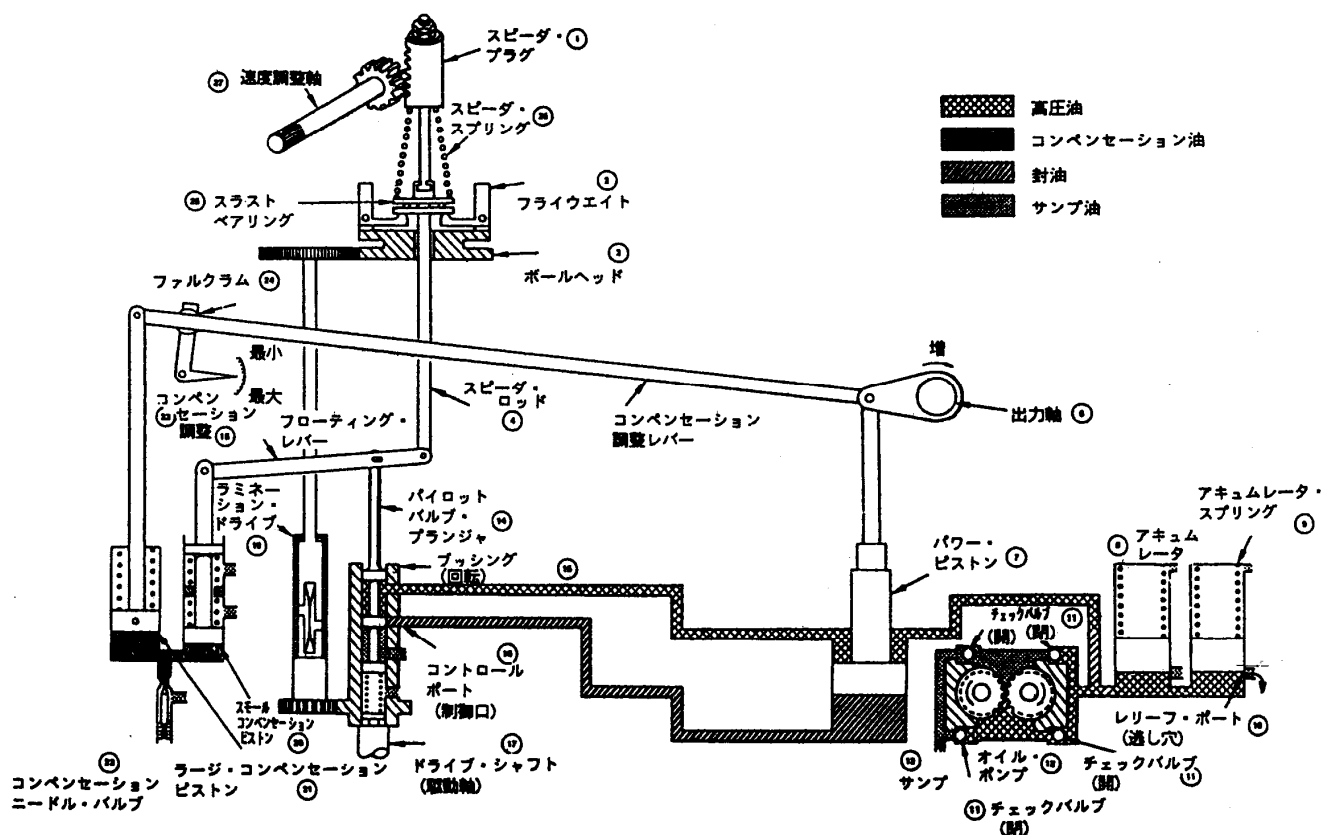

図3-1. UGレバー・ガバナ作動概略図
UGレバー・ガバナの作動を理解するために図3-1. に示す概略図を参照下さい。
パイロットバルブプランジャ (14) が下がると、高圧油はパワー・ピストン (7) 下部に流れ、ピストンを押し上げます。パイロットバルブプランジャが上がるとピストン下部のオイルはサンプへ逃げピストン (7) 上部に作用する圧油はピストンを下げます。パイロットバルブプランジャ (14) がその中心位置にある時は、図3-1. 作動概略図に示す様に制御面は制御口を塞ぎ、パワー・ピストンは静止したままとなります。パイロットバルブプランジャの動きはボールヘッドシステム (3) とスモールおよびラージ・コンペンセーションピストン (20と21) により制御されます。
ラージコンペンセーションピストン (21)、スモールコンペンセーションピストン (20)、フローティングレバー (18)、コンペンセーションアジャスティングレバー (5)、アジャスタブルファルクラム (24) およびコンペンセーションニードルバルブ (22) がコンペンセーションシステムを形成します (図 3-1. を参照下さい)。
UG レバー・ガバナの作動をより理解しやすくするため図 3-1. を参照下さい。この作動概略図は基本部分のみで他の補助装置は含んでおりません。